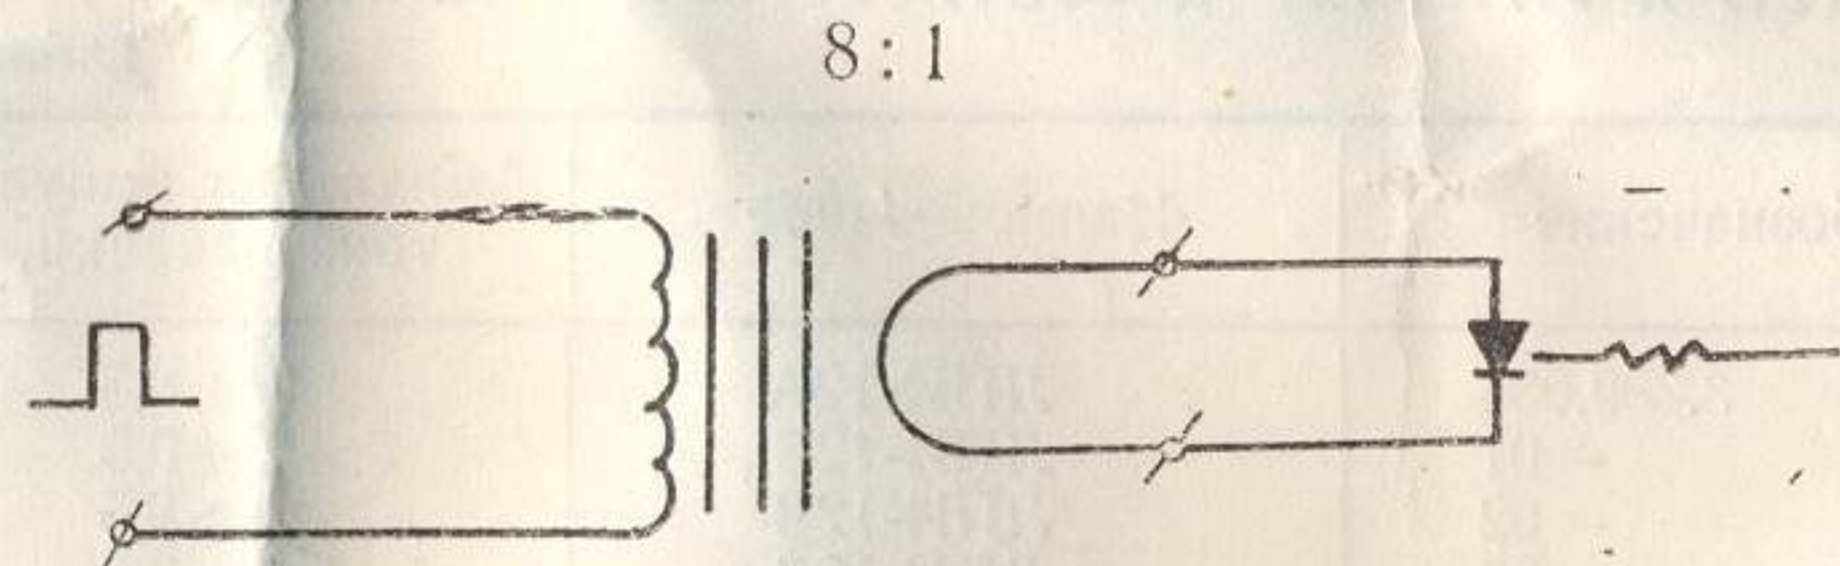

Рис. 1
4.1. Излучатель представляет собой инжекционный оптический квантовый генератор на основе арсенида галлия. Электрическая схема излучателя представлена на рис. 1.